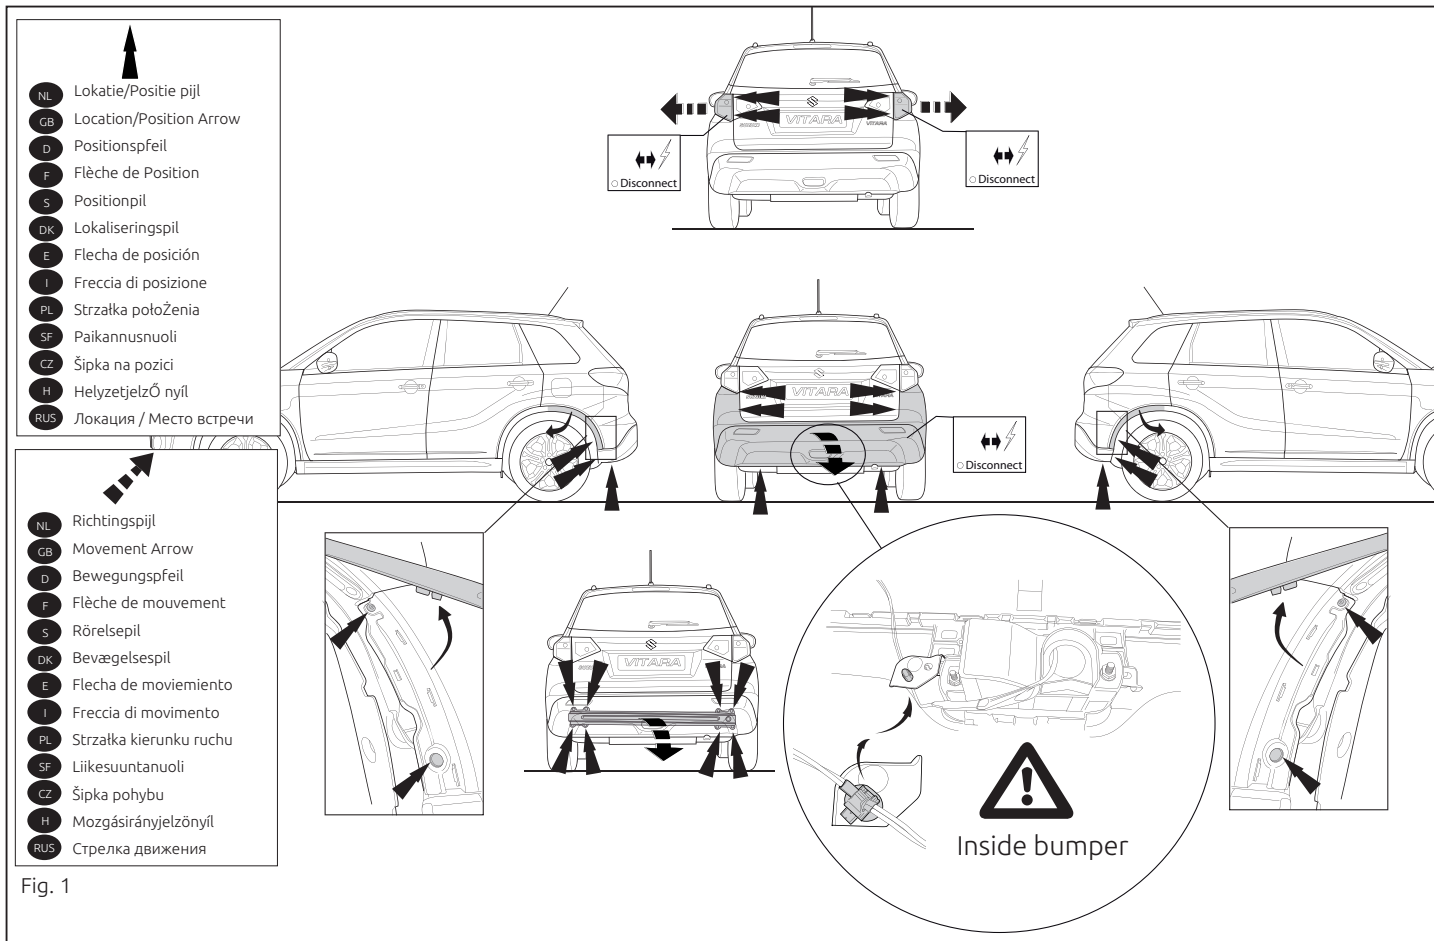

Fig. 1
1. Снять оба блока задних фар. Снять бампер вместе со стальным буферным брусом автомобиля. Буферный брус больше не понадобится. При необходимости, провести проводку по-другому. См. рисунок 1.